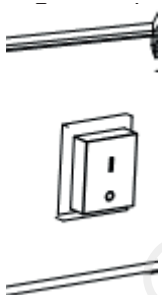

Figure 3
1. Mettez l'interrupteur sur la position I et vérifiez que le ventilateur tourne correctement. (Figure 3).